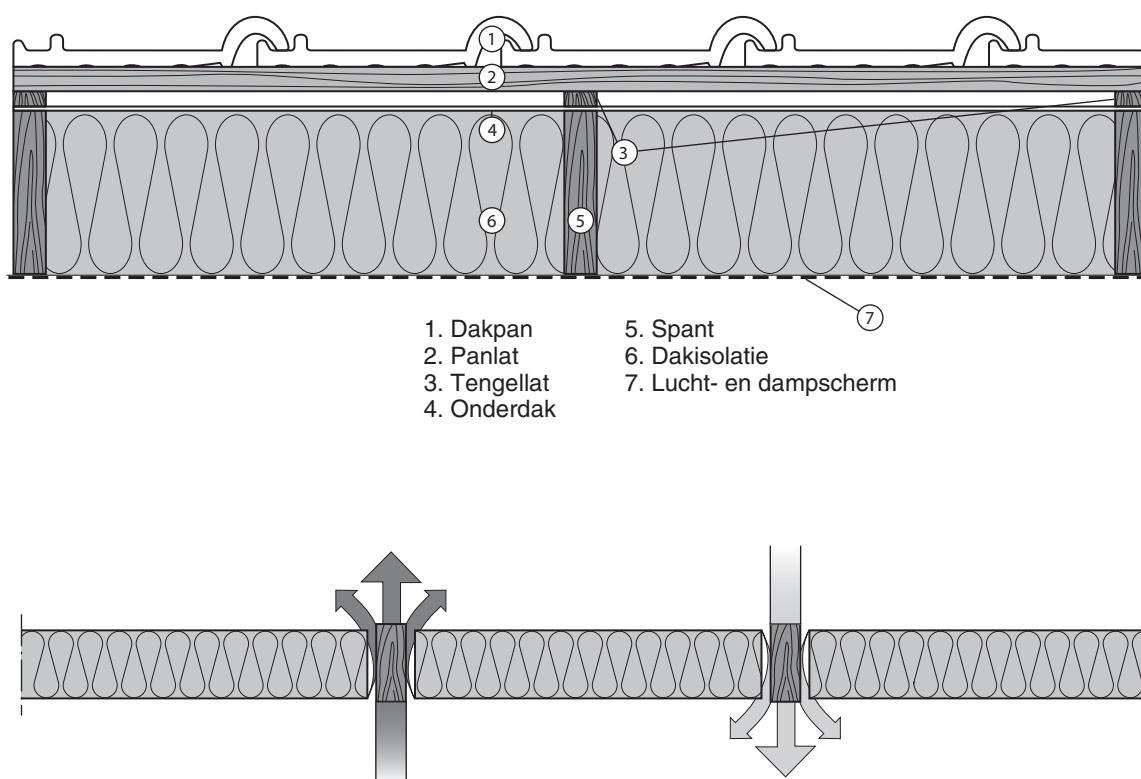

Fig. 1: Klassieke uitvoering
- Bij de klassieke uitvoering (zie fig.1) isoleert men meestal tussen de draagconstructie.